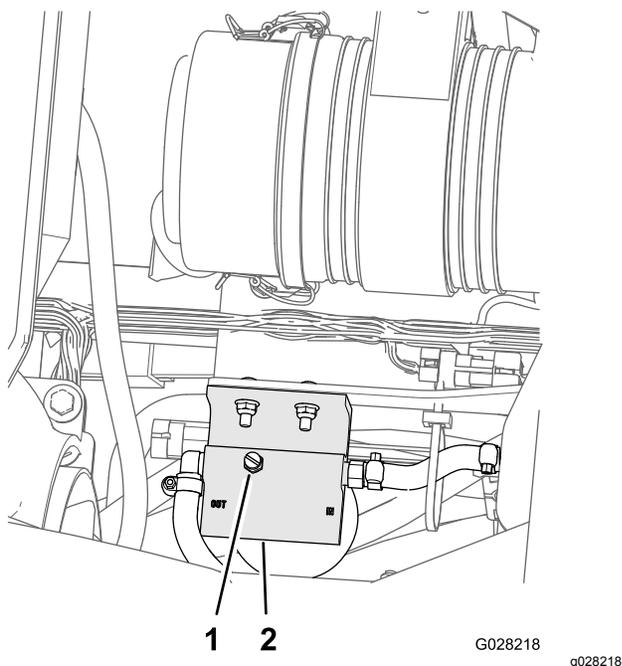

Figura 73
5. Allentate il tappo di sfiato sopra al separatore carburante/condensa (Figura 73)..
7. Serrate il tappo di sfiato (Figura 73) e ruotate l'interruttore dello starter in posizione di SPEGNIMENTO.